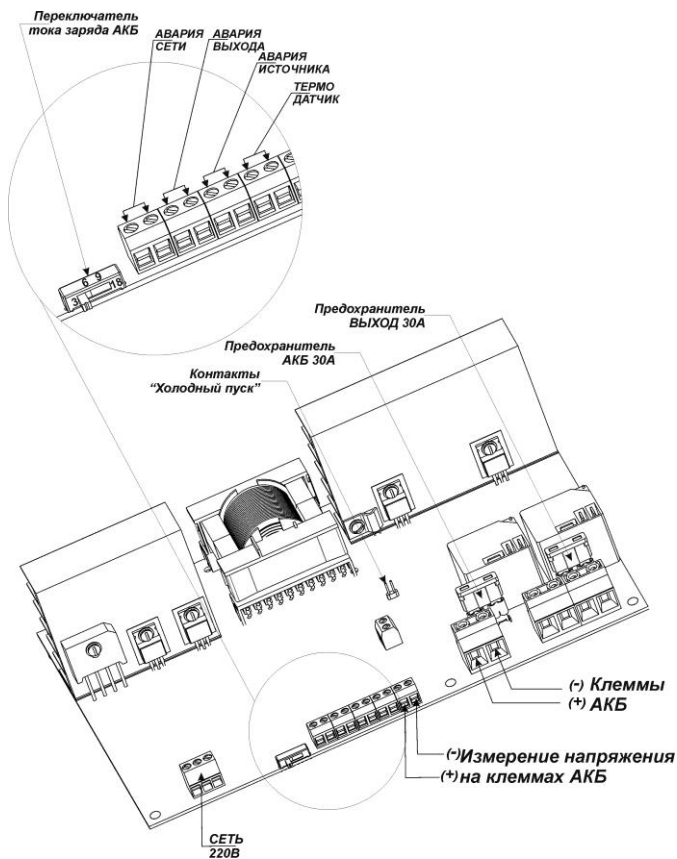

Рисунок 3 - Расположение органов коммутации, управления и защиты
- аккумуляторный (30 А) – расположен на силовой плате (рисунок 3);
- выходной (30 А) – расположены на силовой плате (рисунок 3).
- выставить переключателем ток заряда АКБ см. таблицу 4 и рисунок 3;